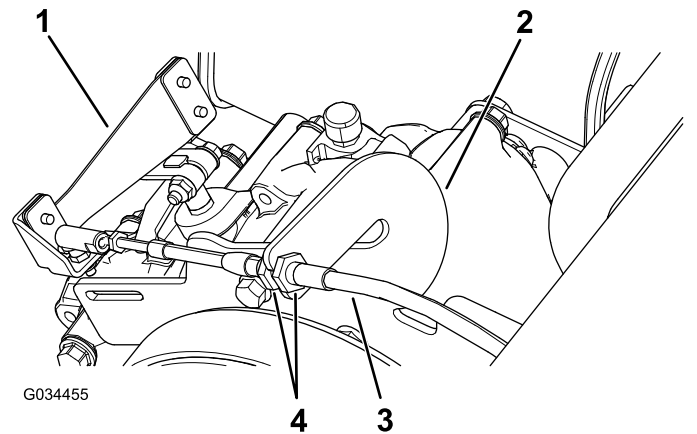

Figura 59
1. Afloje las contratuercas del cable del cambio de marchas y ajústelas según sea necesario (Figura 59).
2. Compruebe la posición del cambio de marchas girando el selector de marchas a las 3 posiciones diferentes y compruebe si la palanca de cambios (Figura 59) se desplaza correctamente al cambiar de marcha; consulte Palanca de cambios e indicador del cambio de marchas (página 14).